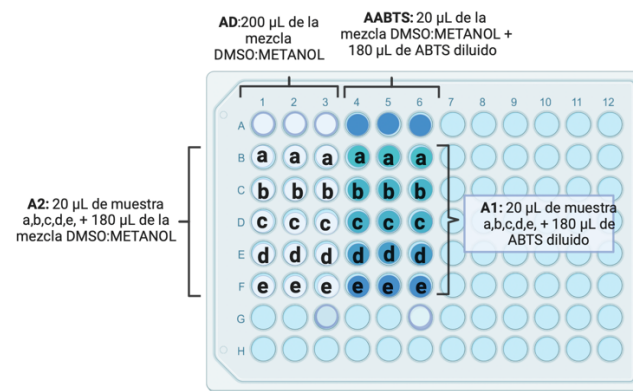

Figura 3. Ejemplo de placa de 96 pozos con un compuesto.
El Kit contiene los reactivos presentados en la Tabla 1 y 4 placas de 96 pozos, los cuales, son suficientes para evaluar el estándar y 7 compuestos a 5 concentraciones distintas como se muestra en la Figura 3.
3. Una vez transcurridas las 16 h, preparar 7500 µL de **ABTS diluido** de la siguiente forma: mezclar 240 µL del radical ABTS formado (agitar bien antes de usar) en 7260 µL de la mezcla DMSO:METANOL (1:1; para tener 15 mL). La cantidad de ABTS diluido y la mezcla DMSO:METANOL son suficientes para completar el ensayo de una placa como se muestra en la figura 3 evaluando dos compuestos por placa.
1. Determinar la absorbancia del radical ABTS diluido a 734 nm (4), con 5 segundos de agitación en un lector de placas. Preparar 3 pozos con 20 μL de la mezcla DMSO:Metanol más 180 μL del radical ABTS diluido. La absorbancia de los pozos A_{ABTS} debe ser de $\approx 0.8 \pm 0.20$. Si la absorbancia es menor colocar mas radical ABTS y si la absorbancia es mayor diluir con las mezcla DMSO:Metanol.
3. Para obtener las absorbancias A_1 . Adicionar 20 μL de cada una de las concentraciones de cada compuesto (a, b, c, d y e) a 3 pozos, siendo en total 15 pozos. Posteriormente adicionar a todos estos pozos 180 μL de la solución de ABTS diluido (figura 3). Considerar que el compuesto se diluye 10 veces por lo que las concentraciones para graficar serán 32, 16, 8, 4 y 2 μM .